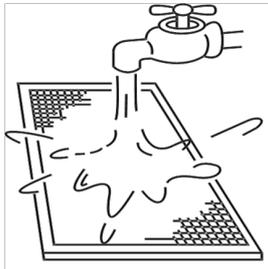

Abbildung 11.4
b. Die Lufteintrittsseite sollte bei Verwendung von sauberem Wasser nach unten zeigen. (siehe Abb. 11.4)